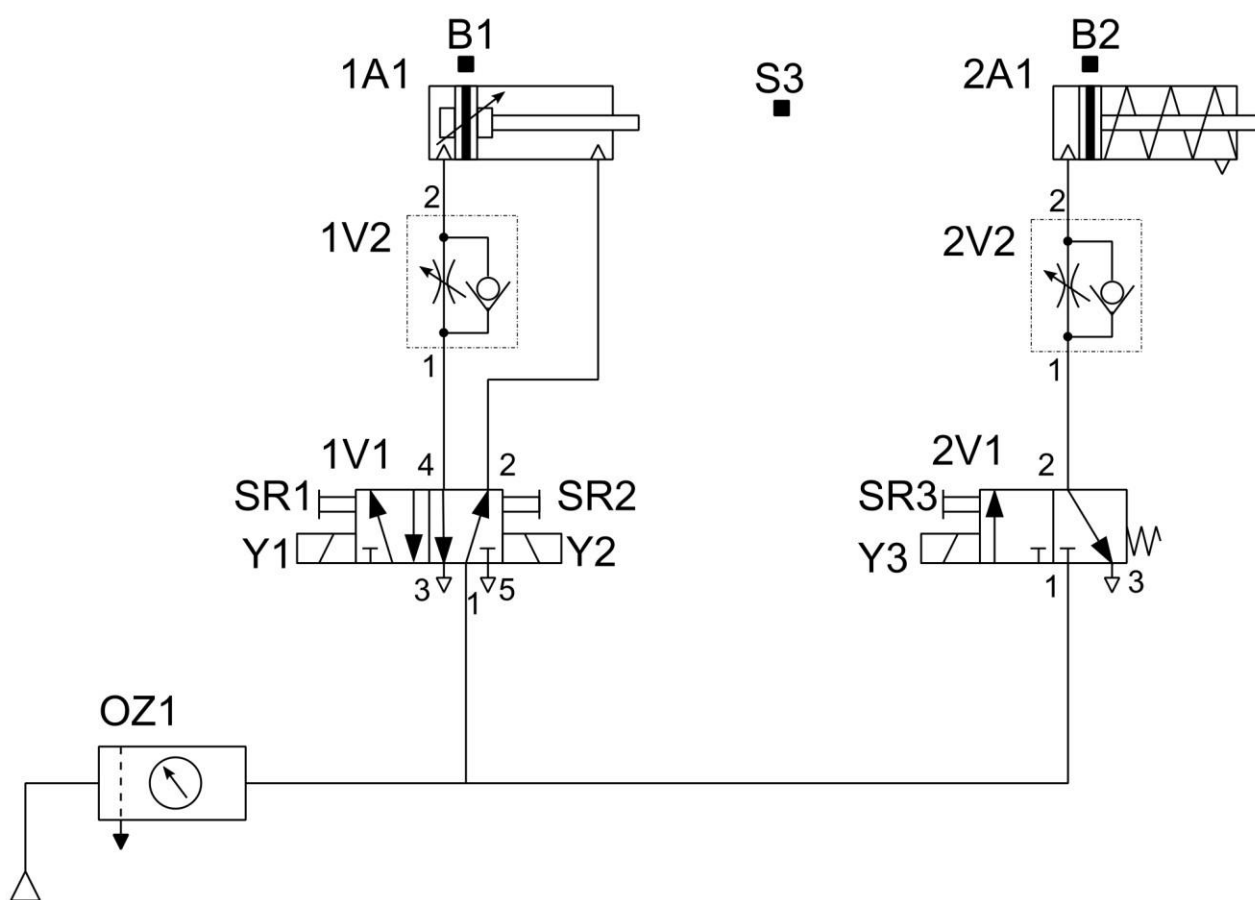

Rysunek 1. Schemat technologiczny
- schemat technologiczny – rysunek 1.,